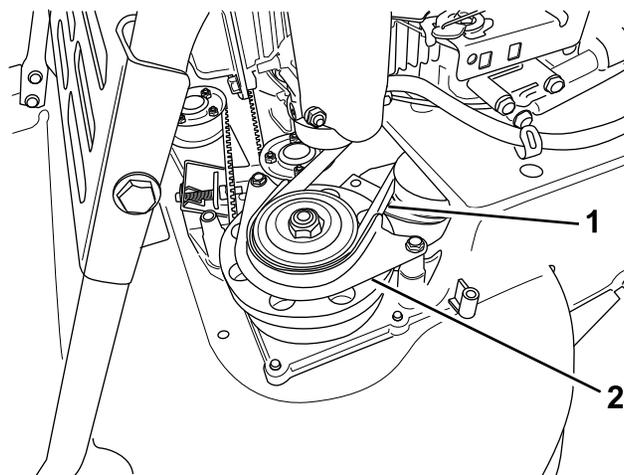

Figure 36
- Déposez la protection de la courroie du BBC (Figure 36).